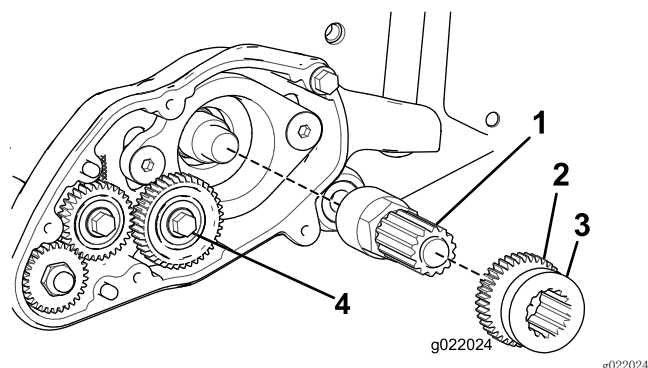

图11
3. 将轴总成旋到滚刀轴延长件上（图11）。
5. 在轴总成的外花键上涂抹合成润滑脂（随套件提供）（图11）。
6. 将驱动齿轮滑动到轴总成上，滑动时凹槽向外（图11）。
7. 安装 40 齿惰轮（图11）。